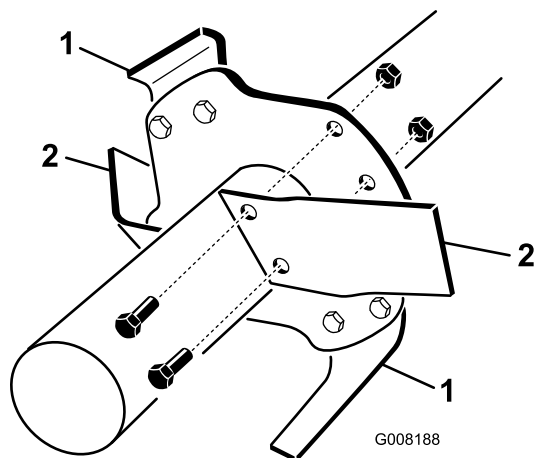

Figura 13
5. Togliete le fustelle vecchie una alla volta e installate le nuove fustelle (Figura 13).